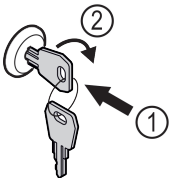

Fig. 157
- Sleutel erin duwen Fig. 157 (1).
- Sleutel 90° rechtsom draaien Fig. 157 (2).